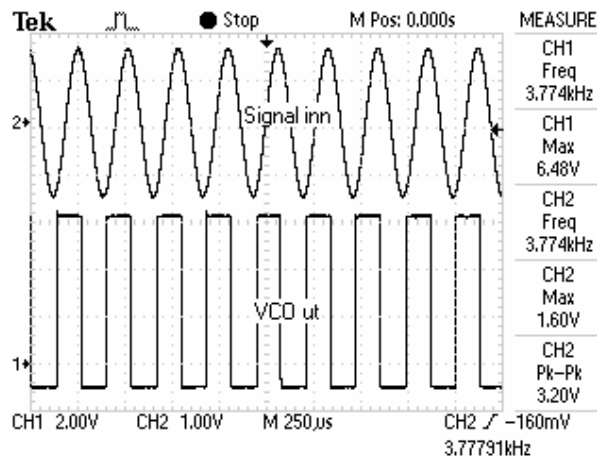

Fig. 6
- Send et sinus-signal (1 til 5 Vpp) til inngangen på fasekomparatoren (pinne 2) via spenningsdeleren. Fase-inngangen skal ha minst 10 mV signal og max 1 V. Variér frekvensen på signalgeneratoren og bestem området for fase-låsing (lock range, dvs. det området hvor frekvensen til VCO følger signalfrekvensen) ved hjelp av de to kanalene på oscilloskopet, se Fig. 6. Når forsterkeren låser får man et stasjonært bilde på oscilloskopet. Legg merke til at det er betydelig hysteresese ved frekvensene hvor den faller ut av "lock". Er frekvensen avhengig av amplituden på inngangssignalet?